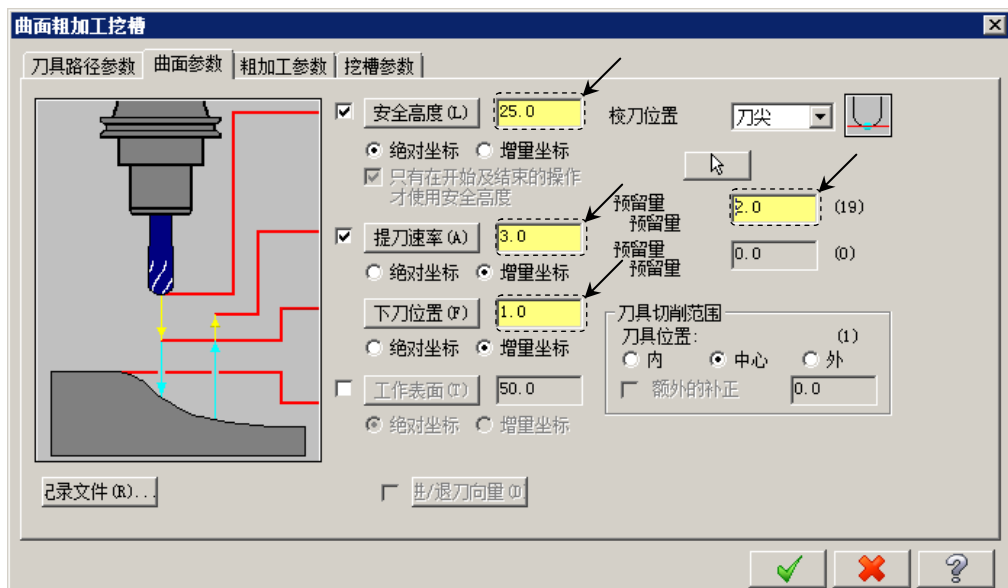

图 11.13.6 “曲面参数”选项卡
Step8. 设置曲面加工参数。在“曲面粗加工挖槽”对话框中单击 **曲面参数** 选项卡，设置图 11.13.6 所示的参数。